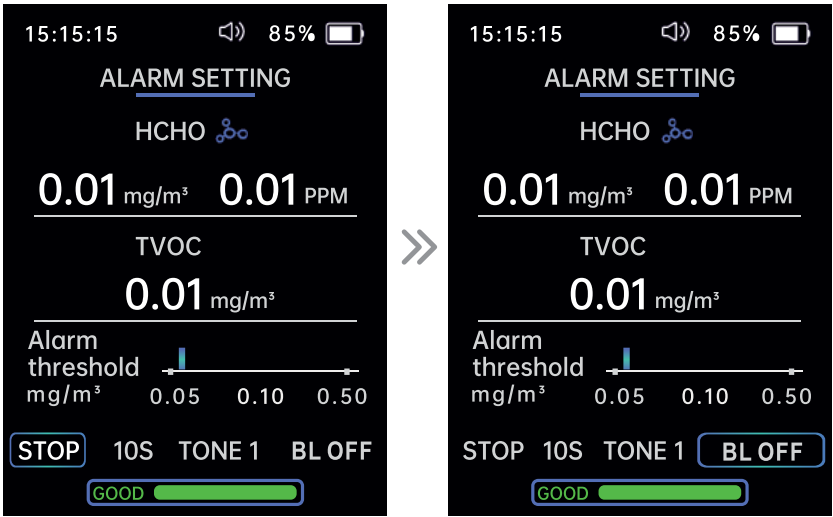

Рисунок 5
Нажимайте кнопки «Влево» (4) и «Вправо» (8) для выбора необходимых параметров (рис. 5). Нажмите кнопку ETR (3) для подтверждения.